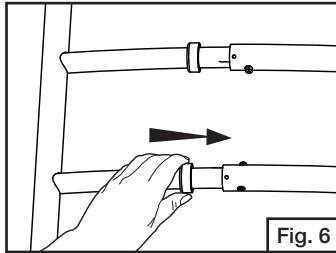

Fig. 6
- Tape los extremos de los tubos extensibles con los casquillos provistos. (Fig. 6)